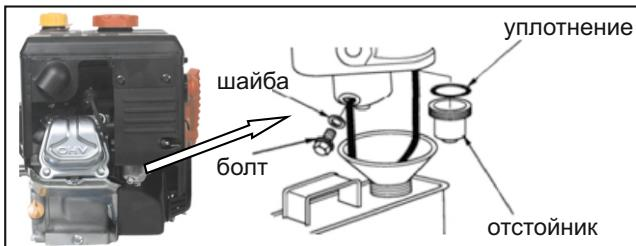

Рис. 38
2. Закройте топливный кран и демонтируйте отстойник, стараясь не повредить уплотнения. Выкрутите дренажный болт карбюратора и слейте остатки топлива во вспомогательную емкость (рис. 38).